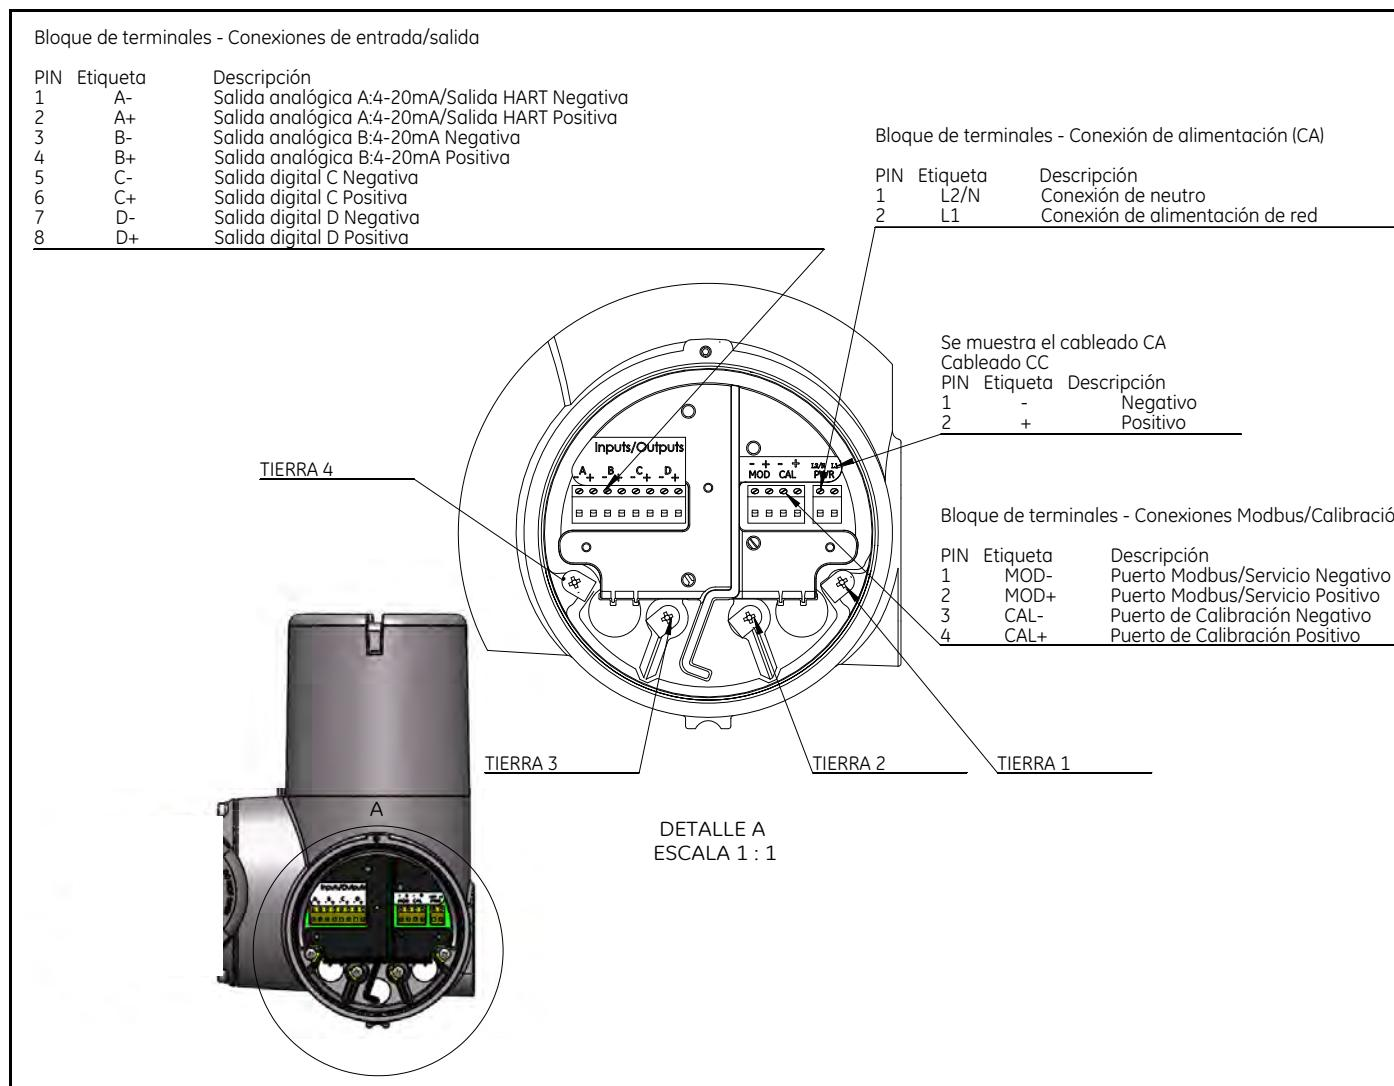
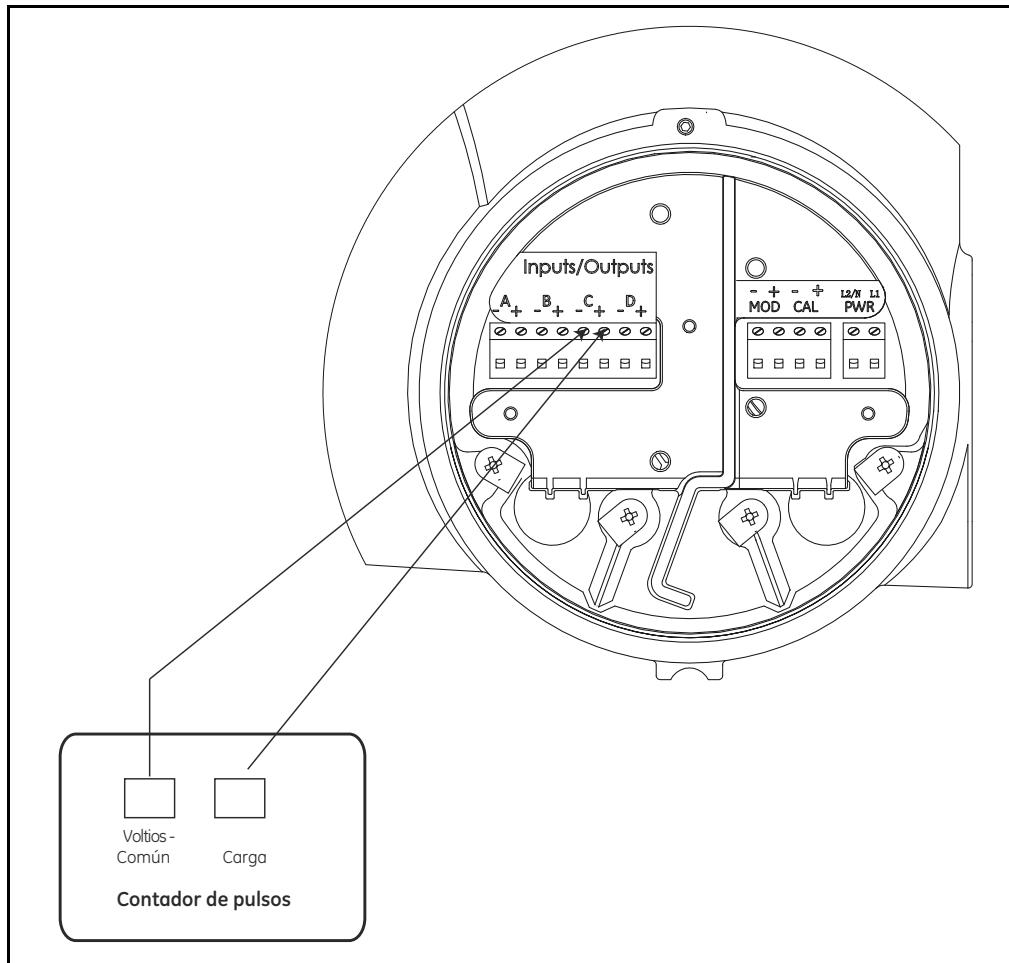
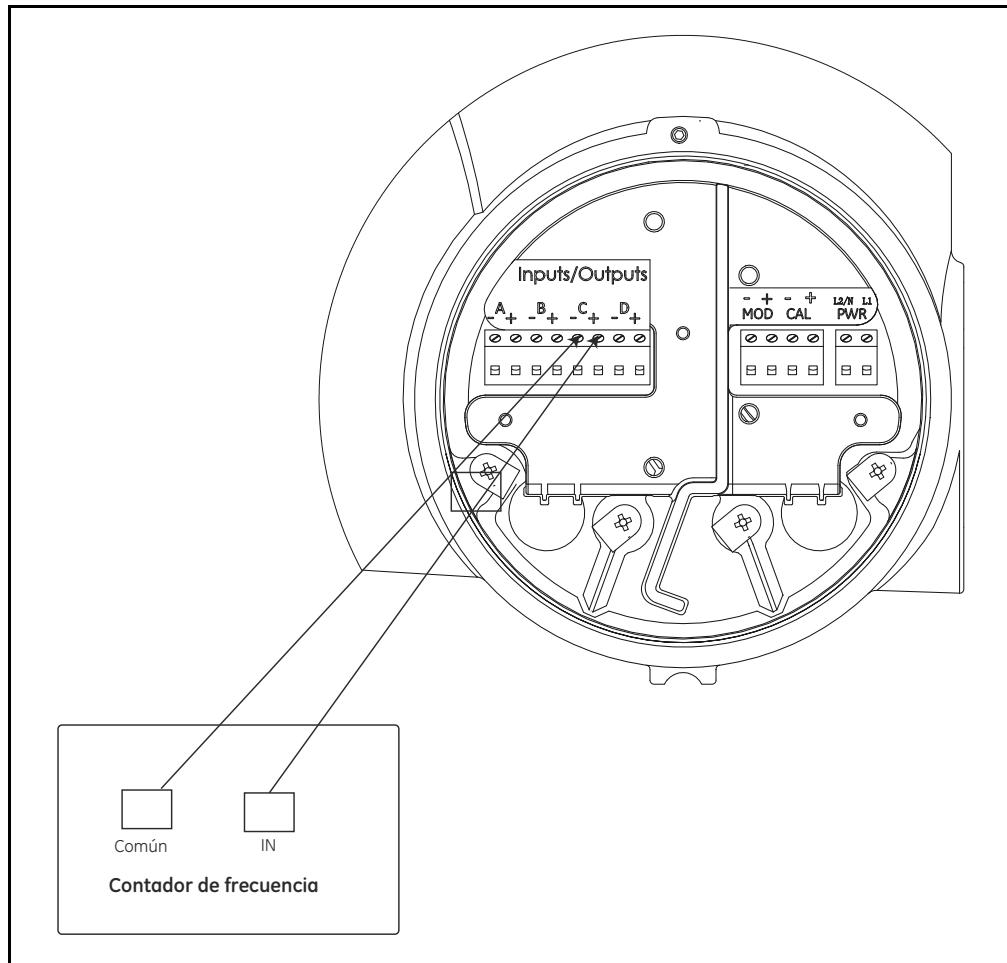
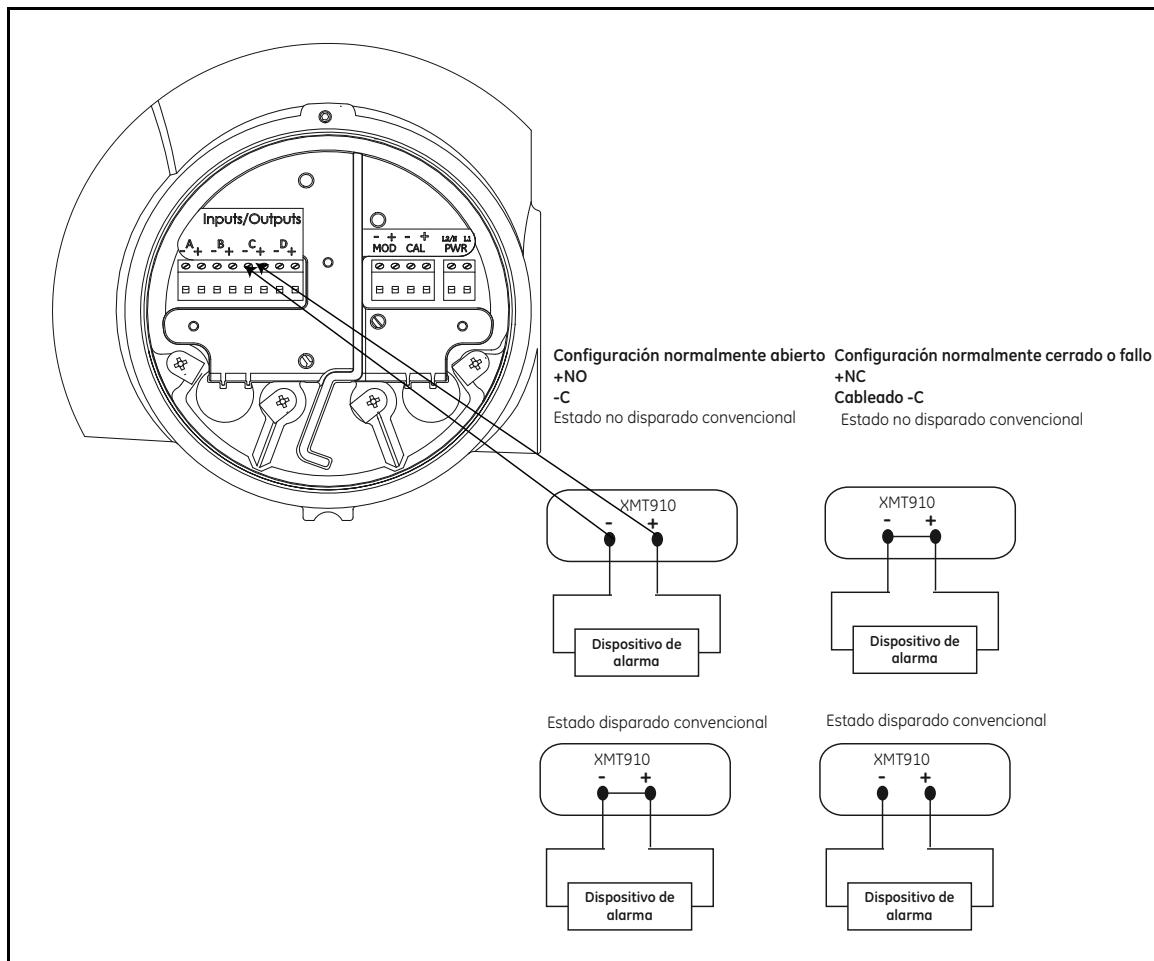

Figura 8: Diagrama de cableado
Figura 9: Cableado de una salida de totalizador (pulsos)
Figura 10: Cableado de una salida de frecuencia
Figura 11: Cableado de las salidas de alarma
Esta sección contiene instrucciones para realizar todas las conexiones eléctricas necesarias del transmisor de flujo XMT910. Consulte la *Figura 8* para ver el diagrama de cableado completo.
ADVERTENCIA Es necesario realizar una conexión a tierra adecuada del chasis del PanaFlow Z3 para evitar posibles descargas eléctricas. Consulte la *Figura 8* para ver la ubicación del tornillo de conexión a tierra del chasis. Todos los tornillos de conexión a tierra se deben apretar únicamente a mano. No los apriete en exceso. El par máximo es de 2,5 N·m (22 in-lb).
Consulte la *Figura 8 en la página 7* y prepare el XMT910 para el cableado siguiendo estos pasos:
3. Localice el bloque de terminales que se muestra en la *Figura 8 en la página 7* y conecte la tarjeta opcional como se indica en la etiqueta del interior de la tapa de cableado. Fije la abrazadera del cable.
3. Consulte la *Figura 8 en la página 7* para obtener más información sobre la ubicación del bloque de terminales y realice el cableado de la salida analógica como se muestra en la figura. Fije la abrazadera del cable.
3. Localice el bloque de terminales que se muestra en la *Figura 8 en la página 7* y conecte las salidas digitales (C y D) como se indica en la etiqueta del interior de la tapa de cableado. Fije la abrazadera del cable.
Conecte la tarjeta opcional conforme a las conexiones que se muestran en la etiqueta de la tapa posterior (consulte la *Figura 8 en la página 7*) La *Figura 9* muestra diagramas de cableado de un circuito de salida de totalizador. Consulte en el Anexo A, *Especificaciones*, los requisitos de carga y tensión.
Conecte la tarjeta opcional conforme a las conexiones que se muestran en la etiqueta de la tapa posterior (consulte la *Figura 8 en la página 7*) La *Figura 10* muestra diagramas de cableado de un circuito de salida de frecuencia. Consulte en el Anexo A, *Especificaciones*, los requisitos de carga y tensión.
Al configurar un relé de alarma, se puede programar para operaciones *convencionales* o *seguro en caso de fallos*. En el modo seguro en caso de fallos, el relé de alarma se mantiene “cerrado” (5 V CC), excepto cuando se dispara o se produce un fallo de alimentación u otra interrupción. Conecte cada relé de alarma conforme a las instrucciones de cableado que se muestran en la *Figura 11* (consulte la *Figura 8* en la página 7). Consulte en el Anexo A, *Especificaciones*, los requisitos de carga y tensión.
Para cablear el puerto serie RS485, consulte la *Figura 8 en la página 7* y realice los pasos siguientes:
Consulte la *Figura 8 en la página 7* para localizar los bloques de terminales y conectar la alimentación de red como se indica a continuación:
3. Tienda el cable por el puerto del conducto elegido y conecte los conductores de alimentación de red al terminal de alimentación utilizando las asignaciones de número de pata que se indican en la Figura 8 en la página 7.